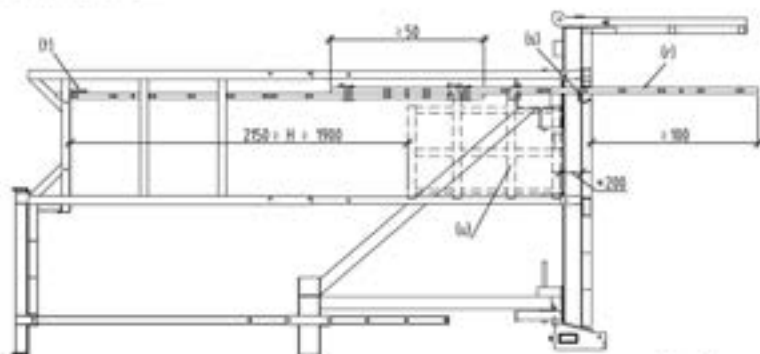

Abb. 14
- 14 Leitern (r) am Haken (s) der Bühne oben einhängen und zwischen die Bolzen (t) und den Belag am Leiteraufstieg einsetzen (s. Abb. 14).